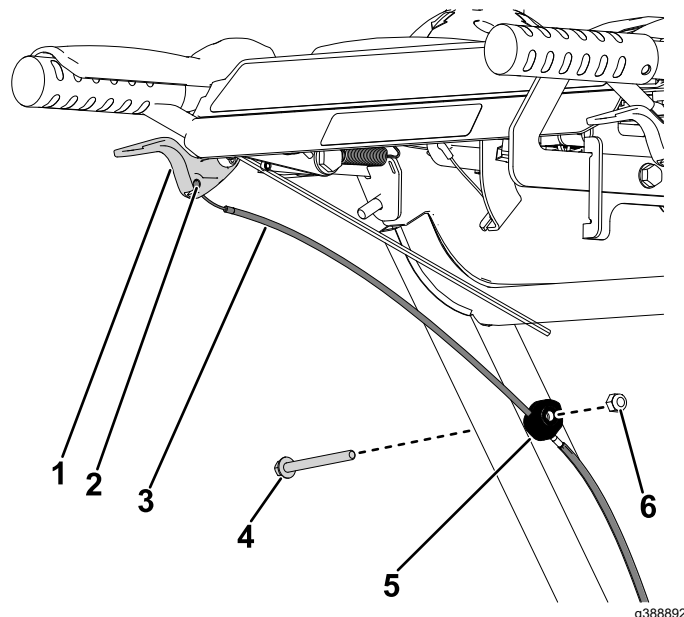

Figura 25
7. Dal lato sinistro della macchina, agganciate il cavo frizione alla leva frizione (Figura 25). Ripetete l'operazione sul lato destro.
8. Dal lato sinistro della macchina, montate il serrafilo per cavi al tubo della maniglia inferiore, e fissate con il bullone ($\frac{1}{4}$ " x $2\frac{3}{4}$ ") e il dado ($\frac{1}{4}$ ") (Figura 25). Ripetete l'operazione sul lato destro.